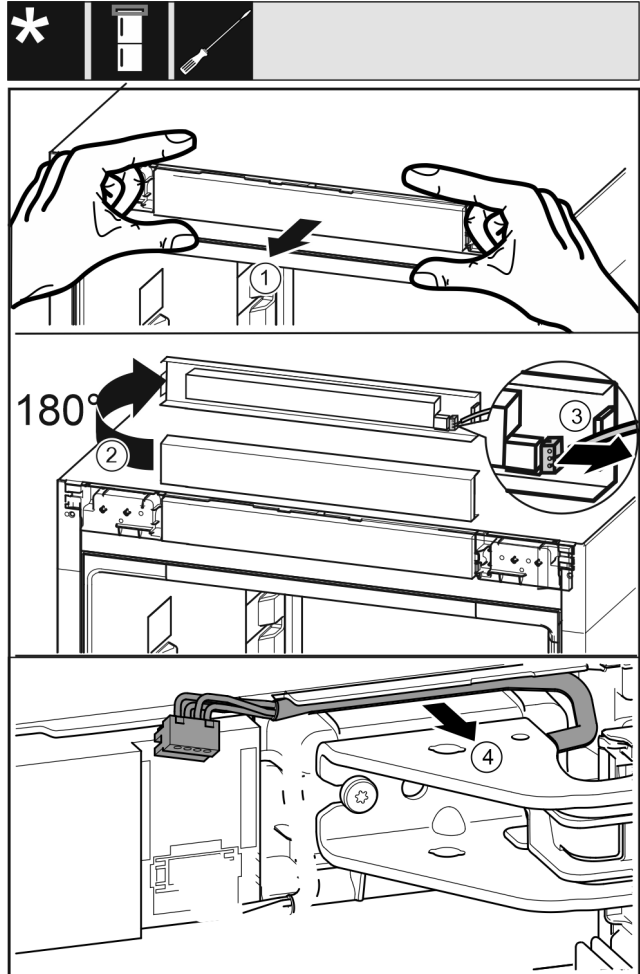

Fig. 8
- ▶ Óvatosan válassza le a kezelőpanelt Fig. 8 (1) előre felé.
- ▶ Fordítsa el a kezelőpanelt Fig. 8 (2) felfelé 180°-kal.
- ▶ Nyomja hátrafelé a reteszelő bütyköt Fig. 8 (3), és óvatosan húzza ki a dugót.
- ▶ Óvatosan vegye ki a csapágybak feletti kábelt Fig. 8 (4) a vezetősínből.